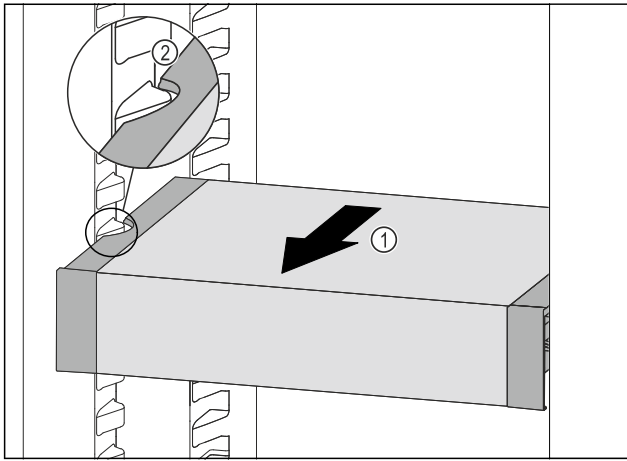

Fig. 150
- VarioSafe nach vorne ziehen Fig. 150 (1), bis sich die seitlichen Aussparungen des VarioSafes auf Höhe der Behälterrippe im Kühlteil befinden. Fig. 150 (2)